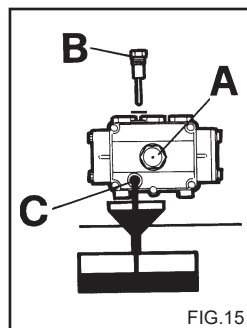

FIG.15
- 2) De tap met de oliepeilstaaf losschroeven (Fig. 15)